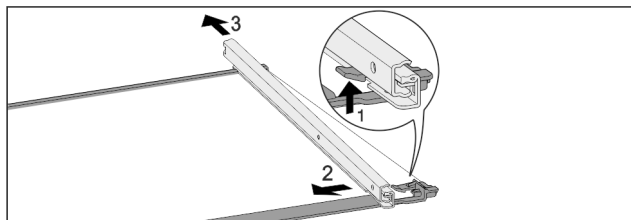

Fig. 104 Стеклянная пластина с направляющими
- ▶ Отожмите передний стопорный крючок вверх. Fig. 104 (1)
- ▶ Сдвиньте выдвижную направляющую в сторону Fig. 104 (2) и назад Fig. 104 (3).